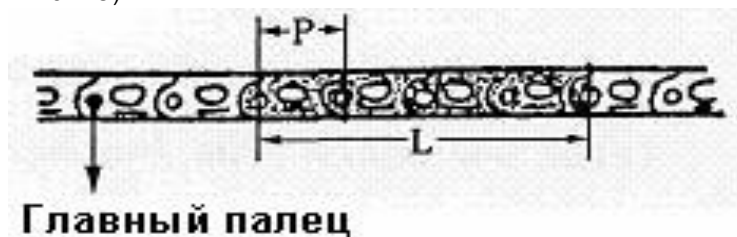

Рис. 49
3) Проверить длину шага звена (Рис. 49)
Вставить между звеном и цепным колесом деревянный брусок, чтобы закрепить натяжение гусеничной цепи, как показано на рисунке. Измерить длину шага четырех звеньев в длинной части на расстоянии двух звеньев от главного пальца, $\frac{1}{4}$ полученной величины – это длина одного звена (см. Рис. 49).